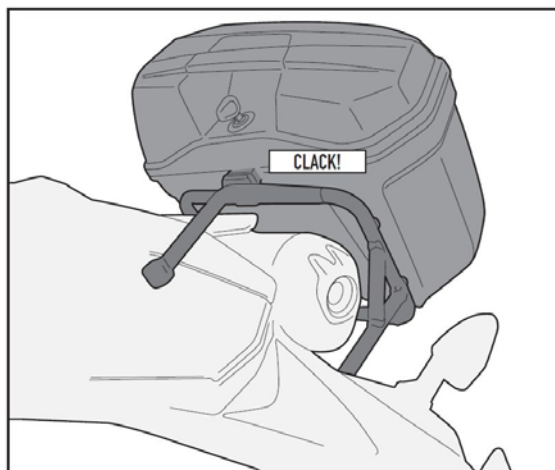

図 B3
3. ①/②ケースをしっかりと支え持ち、ステー上側のアタッチメントに①/②ケースの勘合部を押し当て、①/②ケースをステーに取り付けます。（図 B3 参照）